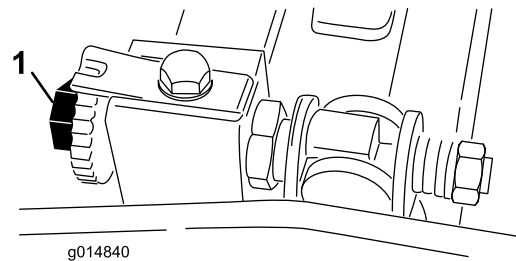

Figure 52
3. Tournez le cylindre pour que la lame croise le bord de la contre-lame entre la tête de la première et la deuxième vis de la contre-lame sur le côté droit de l'unité de coupe (Figure 52).
6. Tournez la vis de réglage droite de la barre d'appui jusqu'à ce que vous sentiez une légère pression (un léger frottement) sur la cale lorsque vous la faites glisser d'un côté à l'autre (Figure 52).